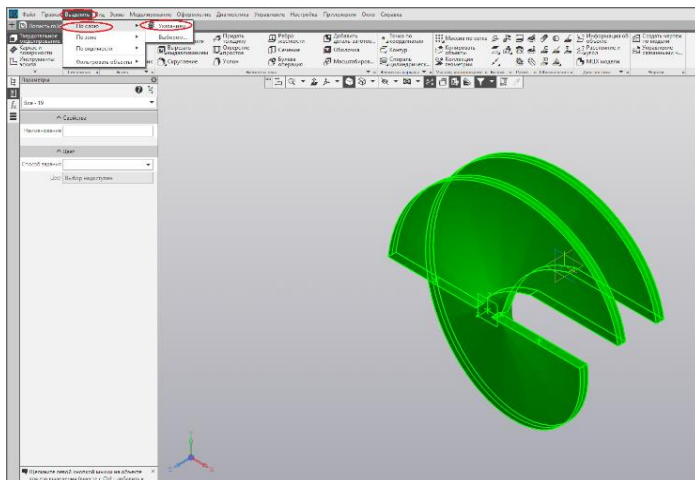

Рис. 52.
2) Затем щелчком мыши выделите деталь в окне модели. Так как Лопасть лежит на одном слое, выделяются все ее объекты (рис. 52).